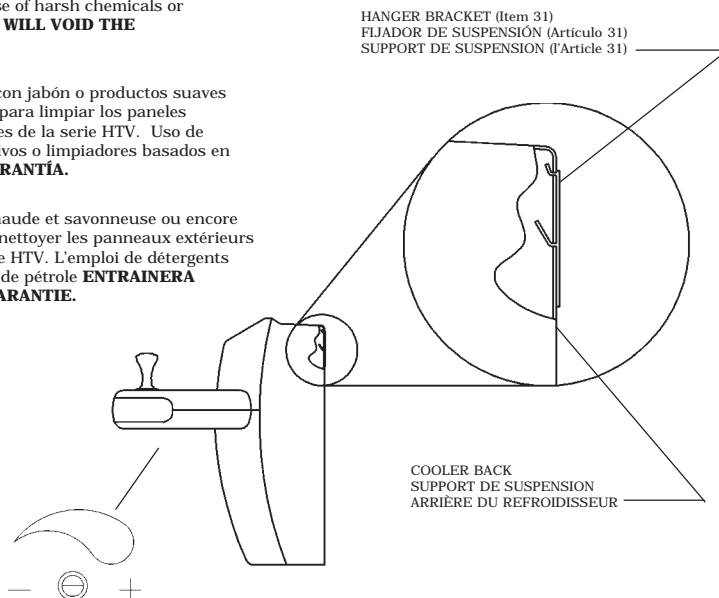
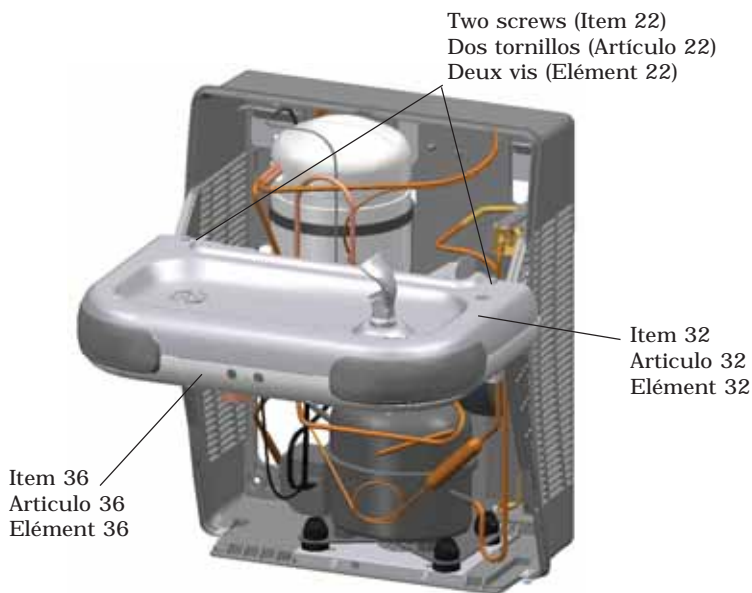
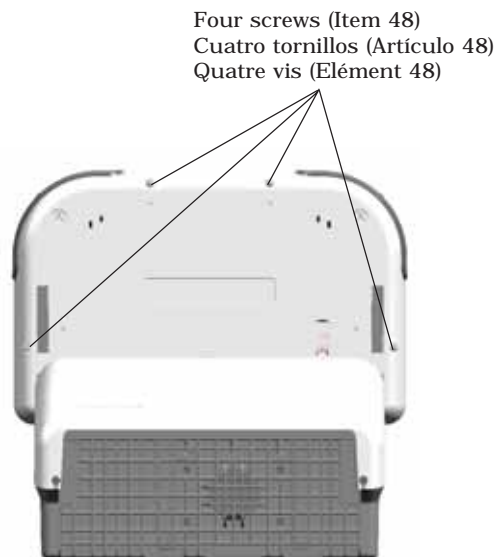
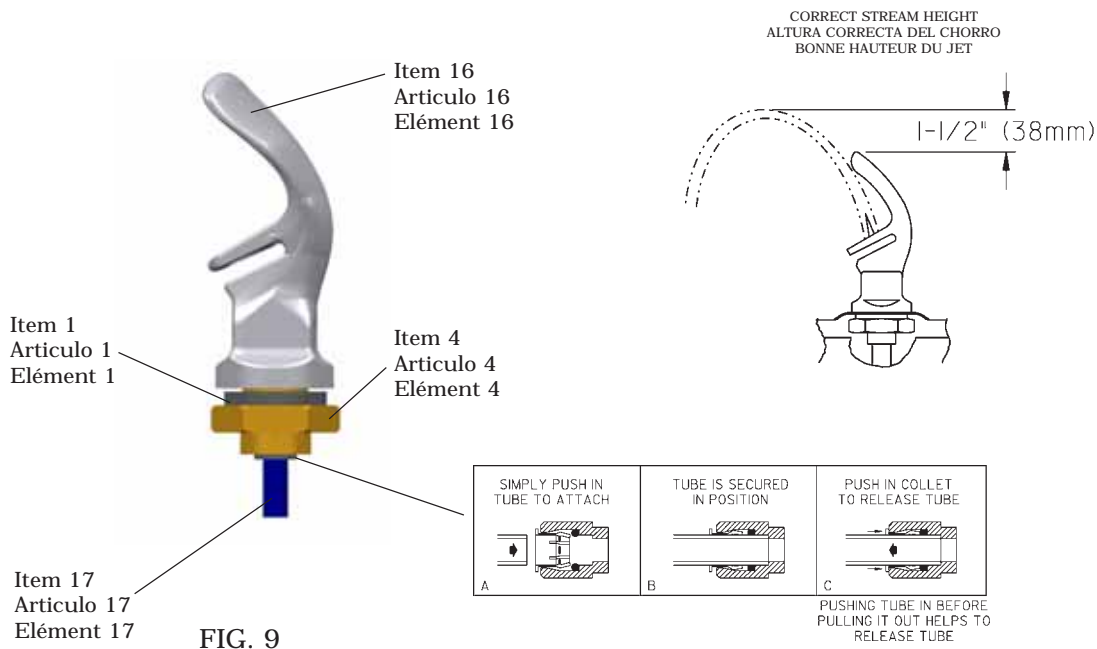

Fig. 3
FIG. 7
FIG. 8
FIG. 9
- 1) Remove the hanger bracket fastened to back of the cooler by removing one (1) screw.
- 2) Mount the hanger bracket as shown in Fig. 2 & Fig 3.
- NOTE:** Hanger Bracket MUST be supported securely. Add fixture support carrier if wall will not provide adequate support. Anchor hanger securely to wall using all six (6) 1/4 in. dia. mounting holes.
- 3) Hang the cooler on the hanger bracket. Be certain the hanger bracket is engaged properly in the slots on the cooler back as shown in Figure 3.
- 9) Stream height is factory set at 35 PSI. If supply pressure varies greatly from this, adjust screw located under dispenser bottom (Item 36). See Fig. 3. CW adjustment will raise stream and CCW adjustment will lower stream. For best adjustment, stream should be 1 1/2" above bubbler hood. (See Fig. 9)
- 1) Quite gancho paréntesis abrochó para apoyar de más fresco quitando uno (1) tornillo.
- 2) Monta el paréntesis de gancho como mostrado en la Fig. 2. & Fig 3.
- 9) La altura de la corriente es el conjunto de la fábrica en 35 PSI. Si la presión del suministro varía magníficamente de esto, ajusta el tornillo localizado bajo el fondo de dispenser (Artículo 36). Vea Fig. 3. El ajuste de CW levantará la corriente y el ajuste de CCW bajará la corriente. Para mejor ajuste, la corriente debe ser 1 1/2" encima de capucha de bubbler. (Vea Fig. 9)
- 1) Enlève le crochet de cintre a attaché pour soutenir de plus frais en enlevant celui (1) la vis.
- 2) Monter le crochet de cintre selon la Figure 3.
- 3) Accrochez le refroidisseur au support de suspension. Vérifiez que le support de suspension est correctement inséré dans les fentes situées au dos du refroidisseur comme indiqué sur la Figure 3.
- 9) La hauteur de ruisseau est la série d'usine à 35 PSI. Si la pression de provision varie fort de ceci, ajuster la vis localisée sous le fond de distributeur (l'Article 36). Voir la fig. 3. L'ajustement de CW élèvera l'ajustement de ruisseau et CCW abaissera le ruisseau. Pour le meilleur ajustement, le ruisseau devrait être 1 1/2" au dessus du capuchon de bubbler. (Voir la fig. 9)
To remove the basin (Item 32), remove two screws (Item 22) on top of the basin (Shown in FIG. 7). Then remove the four screws (Item 48) located underneath the dispenser bottom (Item 36) as shown in FIG. 8. Finally pull polytube (Item 17) out of bubbler (Item 16) as shown in FIG. 9. and remove the basin.
Para retirar el estaque (Artículo 32), desmonte los dos tornillos (Artículo 22) de la parte superior del estaque (como se muestra en la Fig. 7). Desmonte luego los cuatro tornillos (Artículo 48) situados debajo de la parte inferior del expendedor (Artículo 36) como se muestra en la Fig. 8. Finalmente, tire de la tubería de polietileno (Artículo 17) para extraerla del grifo (Artículo 16) tal como se muestra en la Fig. 9. y retire el estaque.
Pour retirer le bassin (Élément 32), retirez les deux vis (Élément 22) situés au sommet du bassin (voir Figure 7). Puis retirez les quatre vis (Élément 48) situées sous le distributeur (Élément 36) comme indiqué dans la Figure 8. Enfin tirez le tube poteau (Élément 17) hors du barboteur (Élément 16) comme indiqué sur la Figure 9, puis retirez le bassin.
- Usando un desatornillador con punta pequeña, gire el tornillo de un lado a otro pequeña agujero entre la ver ventana. de ajuste de límites en el sentido de las manecillas del reloj para aumentar el límite y en sentido contrario de las manecillas del reloj para reducir el límite (Vea Fig. 3).
- A l'aide d'un petit tournevis à pointe, effectuez une rotation de la vis de réglage à travers la petit trou entre voir fenêtre dans le sens des aiguilles d'une montre afin d'augmenter la portée, et dans le sens inverse pour la diminuer. (Voir Fig. 3).